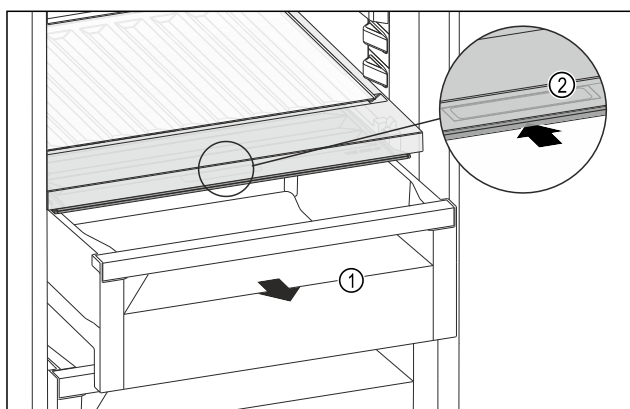

Fig. 134
- Estrarre il cassetto Fig. 134 (1).
- Afferrare la maniglia incassata Fig. 134 (2) sul coperchio dello scomparto e spingere allo stesso tempo all'indietro il coperchio dello scomparto.